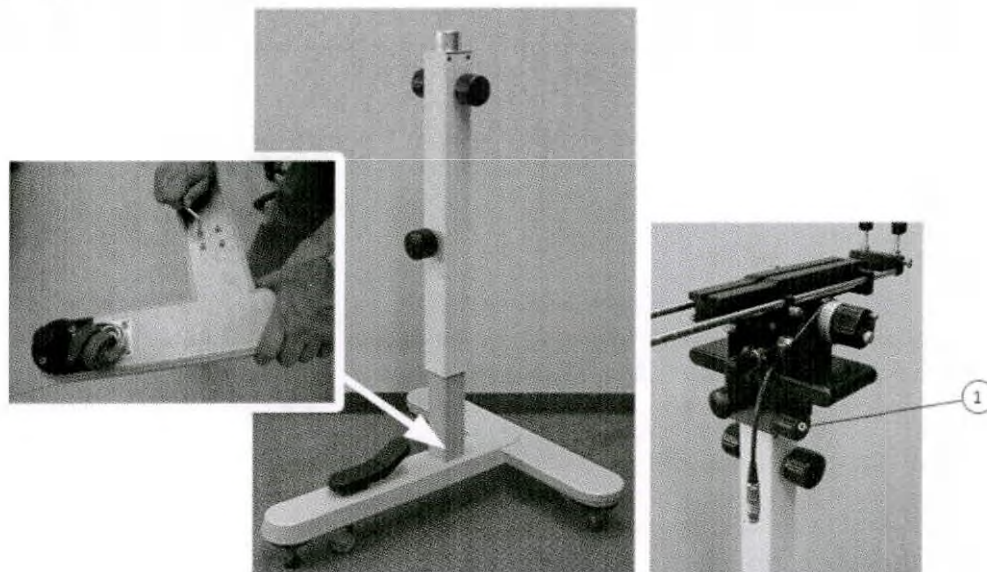

Рис. 3.1. Стойка устройства пошагового перемещения (слева), установка головки устройства пошагового перемещения (справа)
- 1 С помощью 4 винтов с внутренним шестигранником (5 мм) соберите стойку устройства пошагового перемещения (рис. 3-1, слева).
- 2 Установите головку устройства пошагового перемещения на стойку. Затяните ручку для фиксации головки устройства пошагового перемещения на стойке (рис. 3-1, справа, цифра 1).